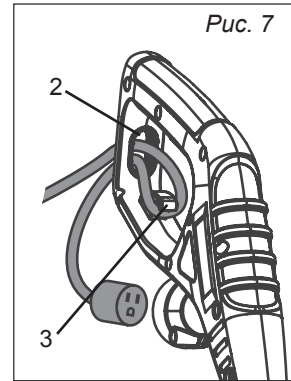

Рис. 7
Сделайте петлю из шнура электропитания, как показано на (рис. 7), проденьте петлю в отверстие (2) и зацепите за крючок (3).